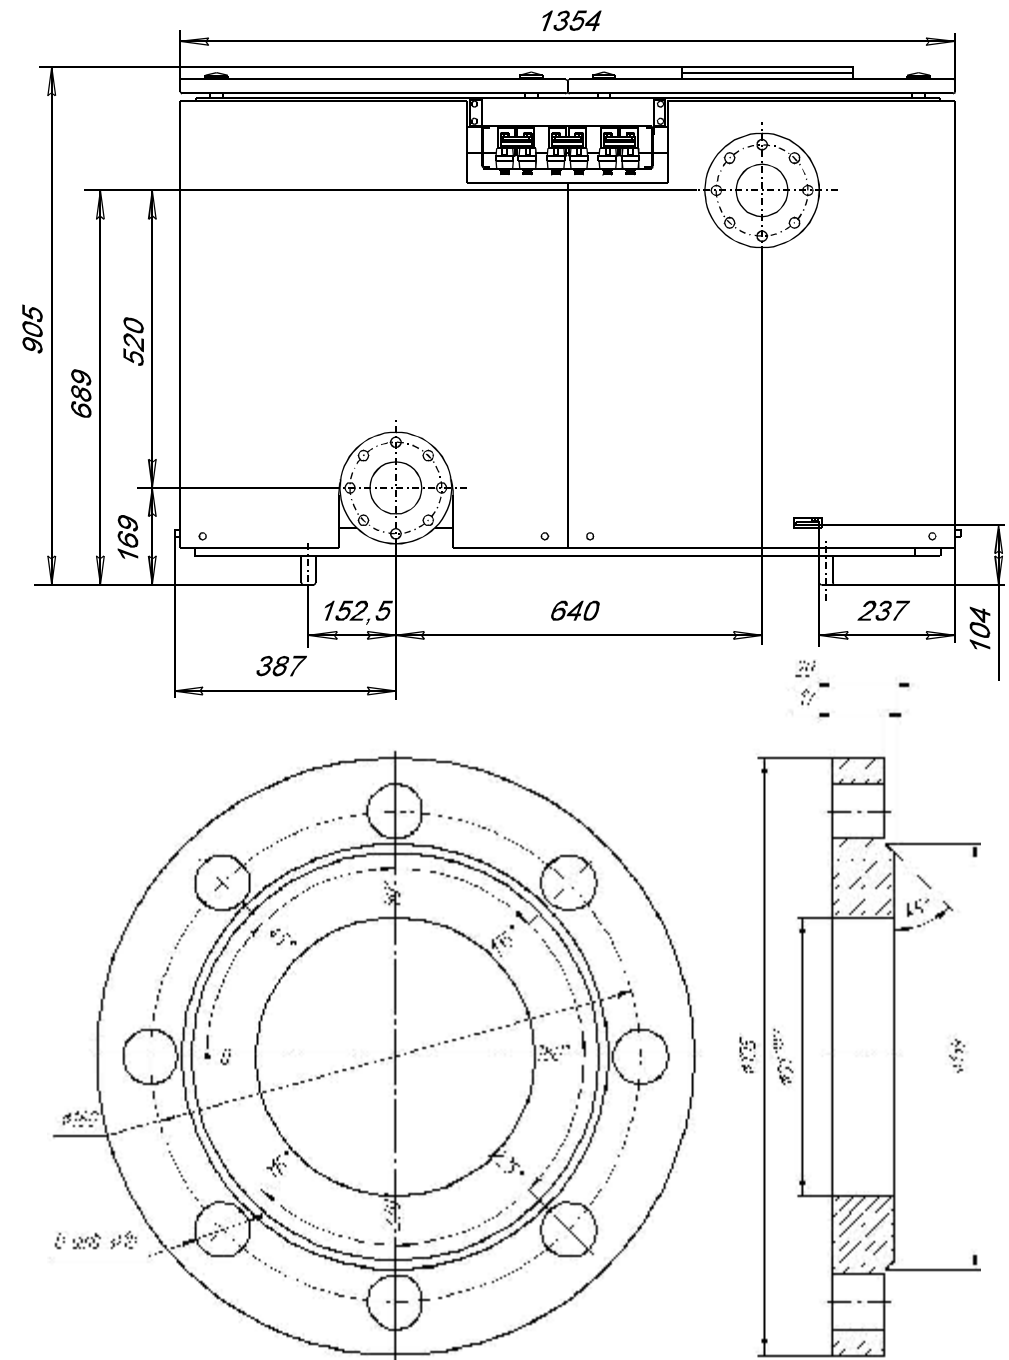

Рис. 4 Вид сзади
4.1.9 Фланцы (Рис.4) входят в комплект поставки и служат для подключения прибора к системе отопления.
4.1.10 Габаритные и присоединительные размеры прибора приведены на Рис.4, 5.
19. Краснодар, “Аквастер-сервис”, тел. (861) 255-40-15, 55-41-95.
20. Краснодар, “Синтез К”, тел. (861) 222-92-03.